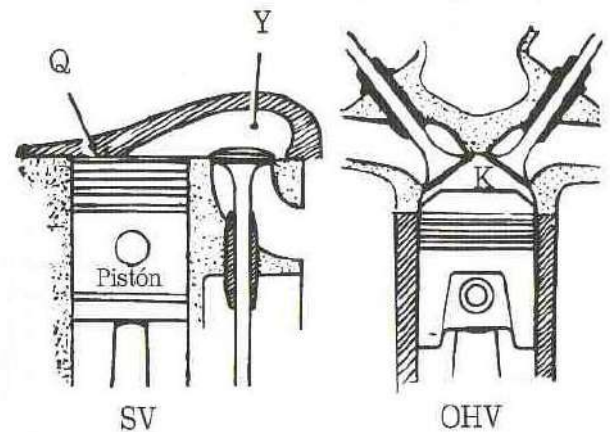

Figura 3-24 - Comparación entre cámaras de combustión
Comparando las *cámaras de combustión* (ver Figura 3-24) de los motores con válvulas laterales (SV) y en cabeza (OHV u OHC), se puede ver que en el caso de las válvulas laterales, se necesita un ensanchamiento al costado y por tanto las válvulas no pueden ser tan grandes como las del OHV, dificultando así poder aumentar la relación de compresión.
Una solución para el problema mencionado en el sistema SV es el que se muestra en la Figura 3-24. Se tiene una parte de la culata 'Q' al ras del pistón en el PMS de forma que los gases comprimidos y ahí 'aplastados' son removidos hacia 'Y' en un rápido torbellino, lo que facilita la propagación de la llama. Esta solución hizo supervivir las válvulas laterales hasta los años '50.